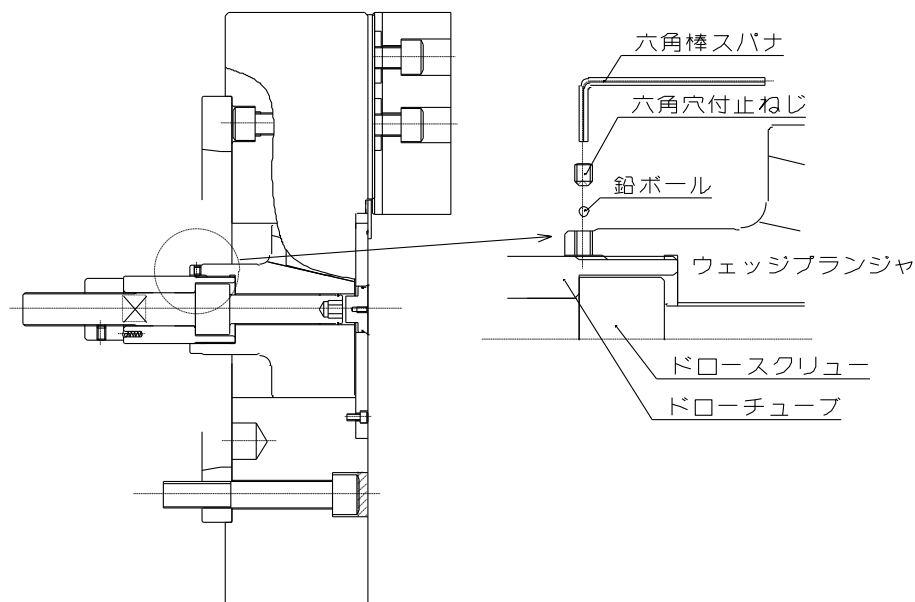

図 21
- チャックのドローチューブは、荷造りの都合で別にしてあります。ウェッジプランジャにねじ込む際は、ドローチューブの二面幅にスパナを使ってしっかり締付け、付属の鉛ボールと六角穴付止ねじで図 21 の様に緩み止めをして下さい。